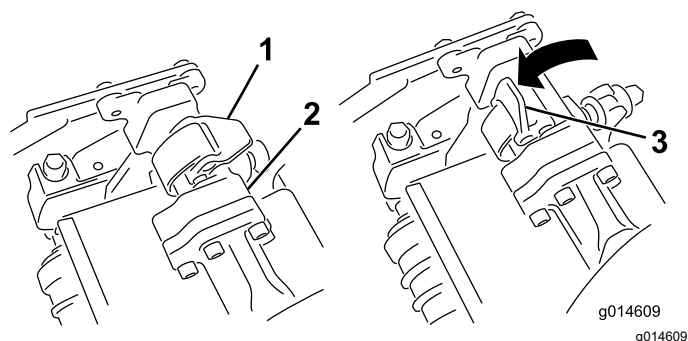

Figure 52
4. Fermez les verrous autour de la barre de l'unité de coupe et bloquez-les en place (Figure 52).
4. Ouvrez les verrous sur la barre du bras de suspension appartenant à l'unité de coupe que vous voulez déposer (**Figure 52**).